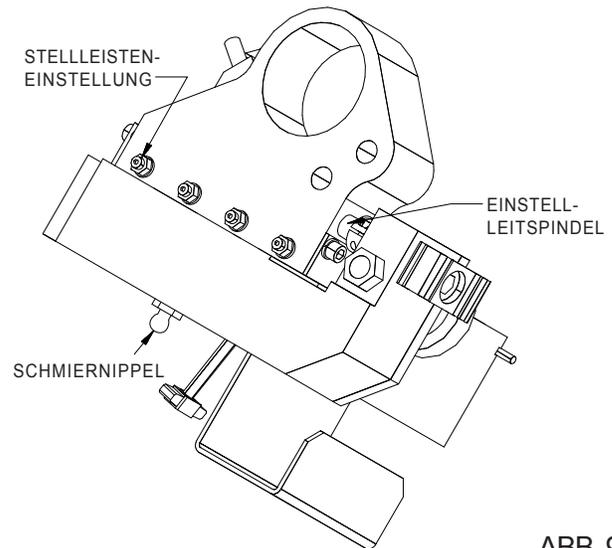

ABB. 9
2. Schmieren Sie monatlich den Schwalbenschwanz am Schmiernippel. Verwenden Sie dazu qualitativ hochwertiges Lithiumfett. Wischen Sie überschüssiges Fett weg. Siehe ABB. 9.
3. Wischen Sie die Leitspindel zur Einstellung des Schleifscheibendurchmessers alle drei Monate ab und ölen Sie sie mit S prühschmiermittel neu. Wischen Sie überschüssiges Schmiermittel ab. Siehe ABB. 9.
4. Überprüfen Sie alle drei Monate die Stelleisten-Einstellung an der Einstellung des Schleifscheibendurchmessers. Siehe ABB. 9.